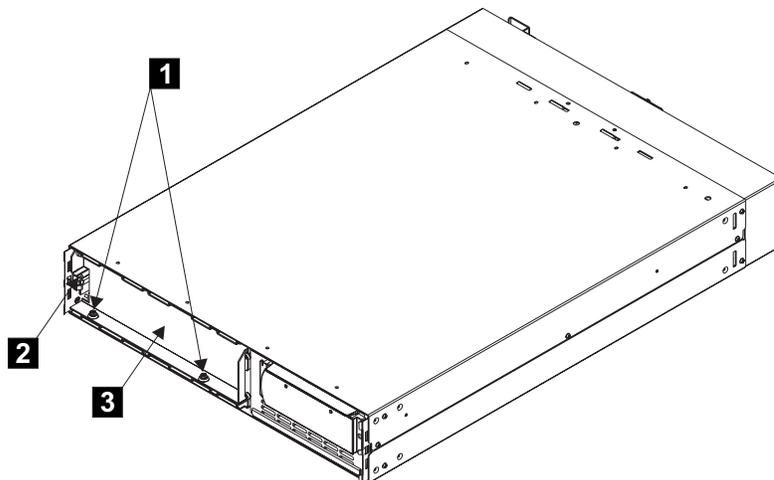

図 38. バッテリー保持ブラケットの取り外し
- c. 2 つのボルト **1** と、ブラケットの左側にある追加のナット **2** を外します (図 38 を参照)。次に、バッテリー保持ブラケット **3** を取り外します。